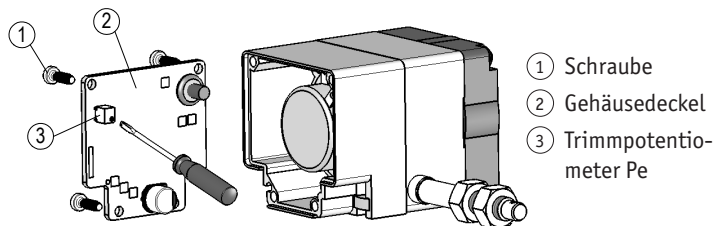

Abb. 8: Einstellen Trimpotentiometer MWU
### Einstellen des Messwandlers (Abb. 8)
Mit dem Trimpotentiometer Pe ③ (siehe **Abb. 8**) kann dieser Werte an die tatsächliche Endstellung der Anwendung angepasst werden.
1. Schrauben ① lösen und Gehäusedeckel ② öffnen.
2. Trimpotentiometer Pe ③ einstellen.